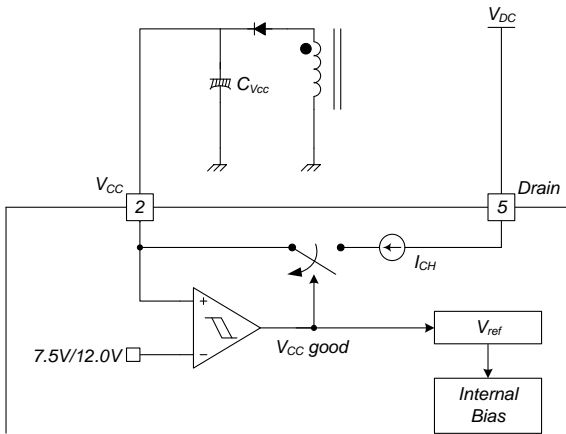

图 17. 启动框图
**1. 启动:** 启动时, 内部高压电流源提供内部偏置并对与  $V_{CC}$  引脚连接的外部电容 ( $C_{VCC}$ ) 充电, 如图 17 中所示。当  $V_{CC}$  达到 12V 时, FSD156MRBN 开始开关操作并且禁用内部高压电流源。正常开关操作继续, 除非  $V_{CC}$  低于 7.5V 的停止电压, 否则电源通过变压器辅助绕组提供。